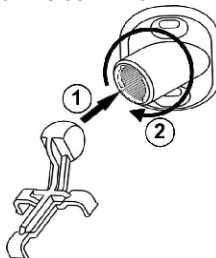

Рисунок 9 – Схема соединения кронштейна и держателя
- Разметьте на стене отверстия для монтажа с учетом положения отверстий в кронштейне (2) (см. рисунок 9).
- Закрепите на основании извещателя держатель кронштейна (1) с помощью защелок.